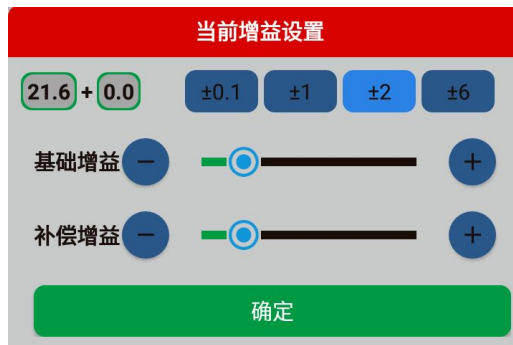

图 2.4 增益参数设置界面
4) 点击参数调节区中的【范围】、【平移】、【当前增益】等参数键，仪器会弹出对应参数的设置界面，例如：图 2.4 所示为增益参数设置界面。在参数